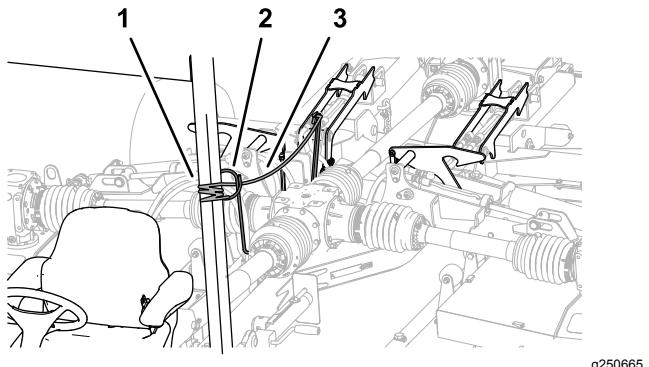

Figura 38
- Tire y sostenga la cuerda de bloqueo de la carcasa (Figura 38).